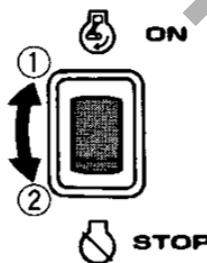

Рис. 2
2) ПЕРЕМІКАЧ ЗАПАЛЮВАННЯ ДВИГУНА (Рис.2)